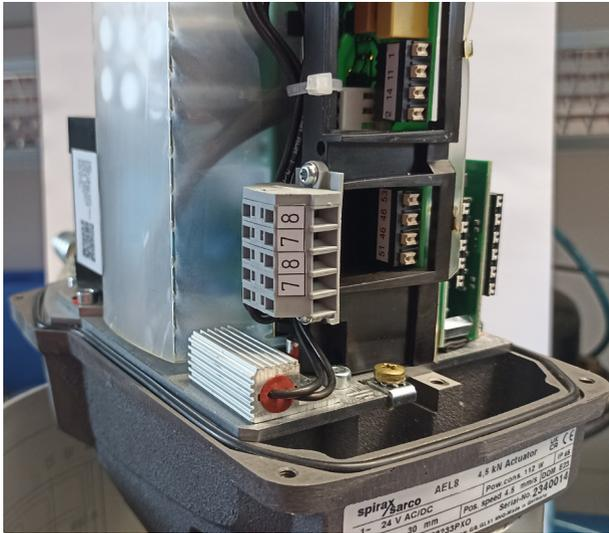

Abb. 6 Ausrichtung des Heizgeräts
- Richten Sie die Heizung wie in Abbildung 6 gezeigt, sorgfältig aus und schrauben Sie sie mit den vorgesehenen Schrauben an der Grundplatte fest (max. 2 Nm).